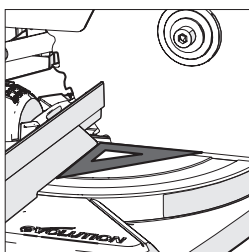

Fig. 14
- Coloque la escuadra sobre la mesa con uno de los lados cortos apoyado contra el tope-guía y el otro contra la hoja de sierra (las puntas de carburo de tungsteno de los dientes de la hoja de sierra) (**Fig. 14**).